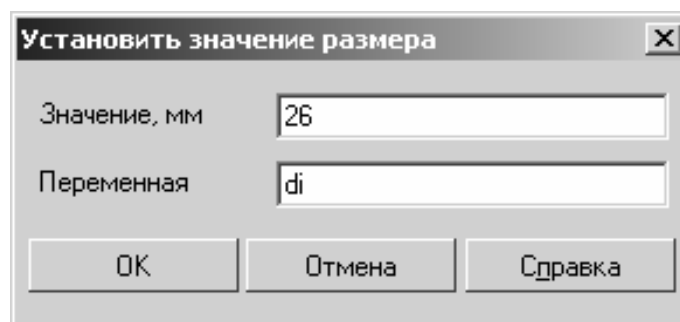

Рис. 39. Установка значения размера
- 3.15. Задайте размер дуги малого радиуса, используя кнопку «**Диаметральный размер**»  на панели «**Размеры и технологические обозначения**» . В поле «**Переменные**» введя имена для дуги малого радиуса **di**, а для дуги большого радиуса **D** (рис. 39).